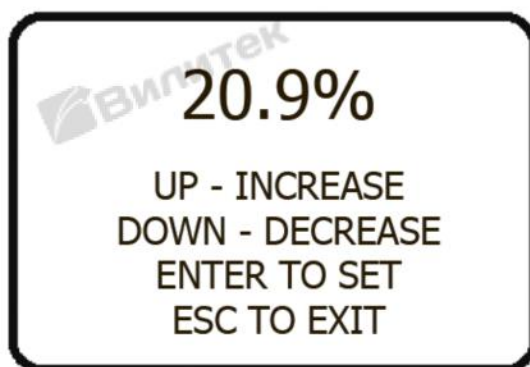

Рис. 16. Экран раздела «SPAN CAL».
4. Выберите опцию «SPAN CAL» (*Калибровка*). При этом откроется экран, показанный на рис. 16.